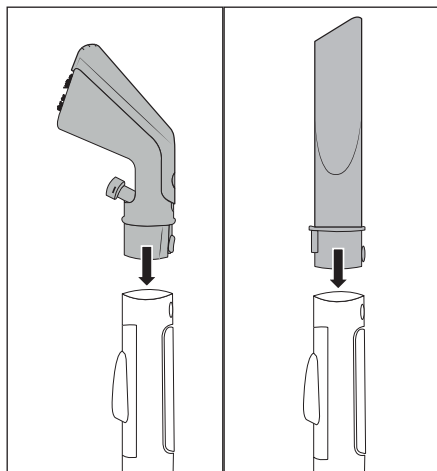

Fig. 3
- ◆ Inserire la bocchetta per imbottiture **22** o la bocchetta per giunti **29** nel flessibile di spruzzo/aspirazione **19** finché il tasto di blocco **25/32** non s'innesta (vedere fig. 3).